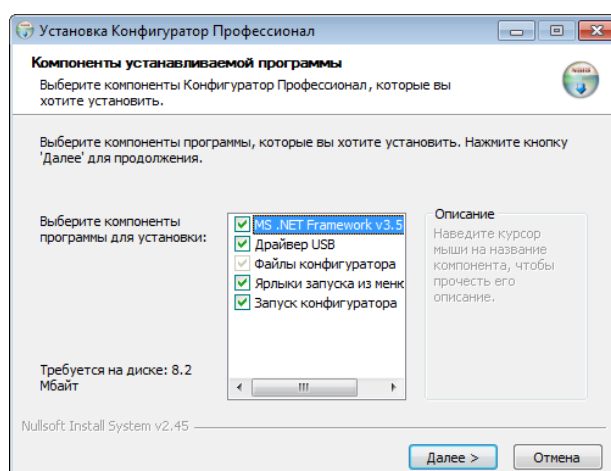

Рисунок 4.1 — Окно *Компоненты устанавливаемой программы*
1. В открывшемся окне оставьте установленными все флажки и нажмите кнопку  (см. рисунок 4.1).